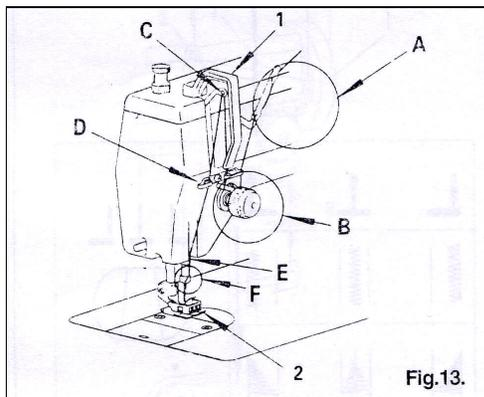
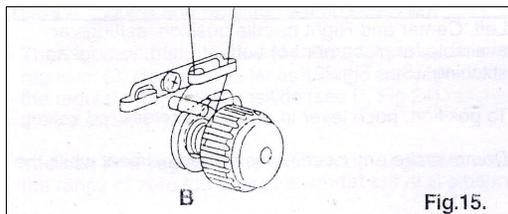

Fig.13.
Fig.15.
1. Tirer le fil en provenance du porte cône et le passer dans tous les passes fils A (Fig. 14), B (fig. 15), C (Fig. 13), D (Fig. 13), E Fig. 13) et F (Fig. 15) dans l'ordre indiqué.